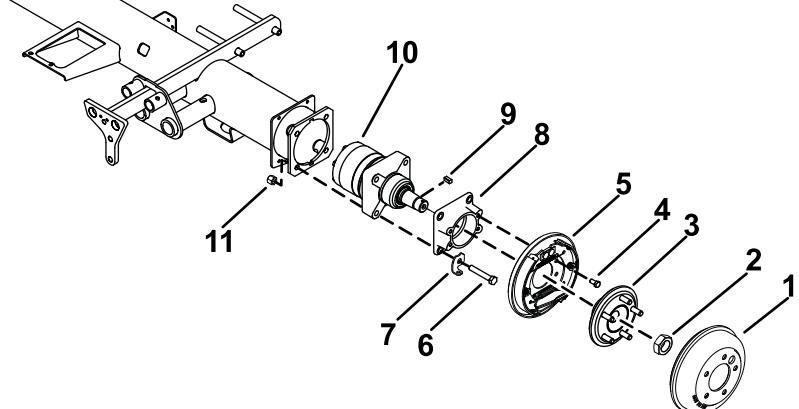

図 1
3. ホイールハブをホイールモータに固定しているロックナットをゆるめる外さないこと図1。ロックナットは少なくとも2回転はゆるめること。
5. モータのシャフトからロックナットとホイールハブを外す図1。
6. ブレーキアセンブリをブレーキアダプタに固定しているねじ4本を外してブレーキアセンブリを取り外す図1。
12. ブレーキアダプタ、ホイールモータ、スプリングクリップをフレームに固定しているロックナット4個を外す図1。
**注** ねじを 91113Nm 9.411.5kg.m = 6783ft-lbにトルク締めする。スプリングクリップが図1のように取り付けられていることを確認する。